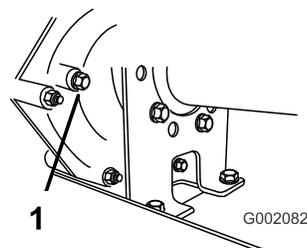

Рисунок 58
2. Выверните болт из отверстия индикации уровня жидкости (Рисунок 58).